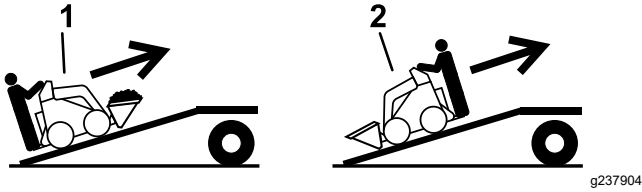

Figura 18
- Cargue la máquina en el remolque por la rampa con el extremo más pesado hacia arriba, y la carga en la posición más baja posible (Figura 18).